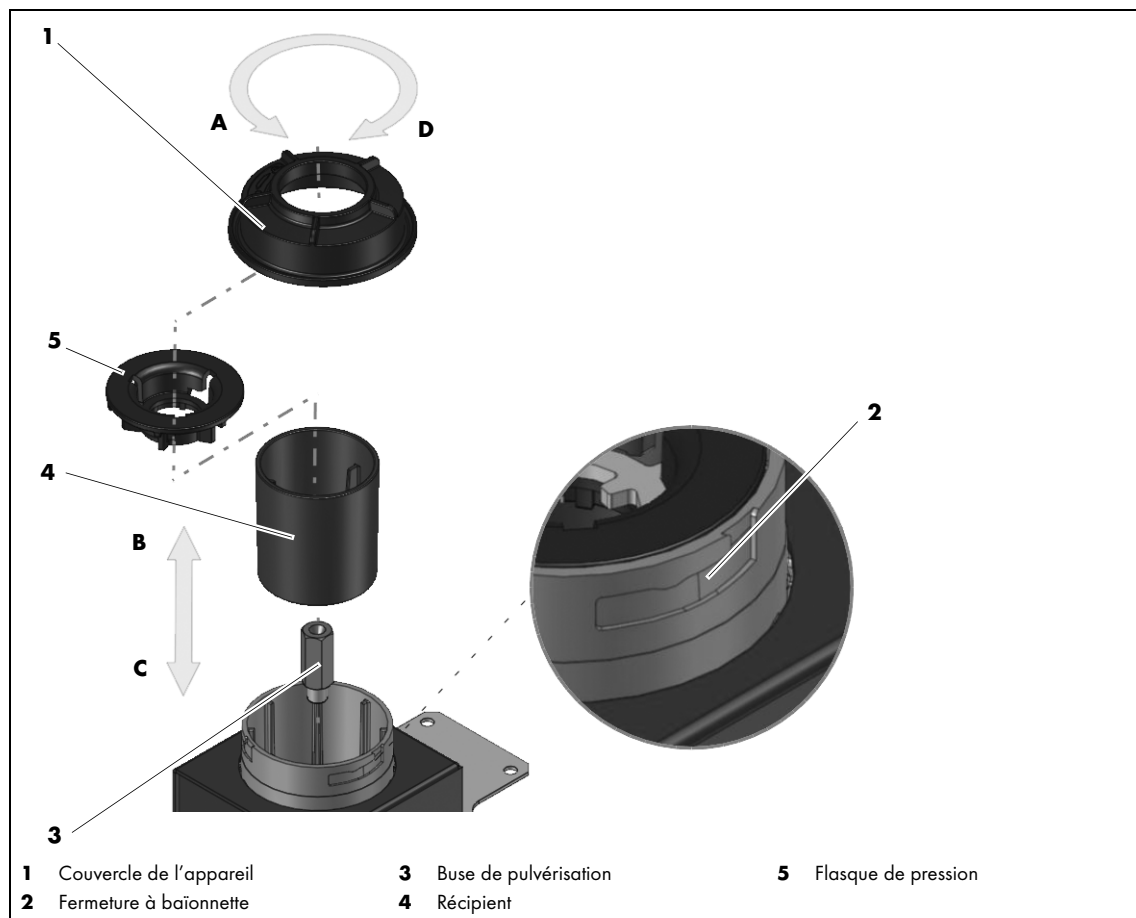

Fig. 10 Maintenance et nettoyage
⇒ Fig. 10 Maintenance et nettoyage à la page FR-15
<ul style="list-style-type: none"> Couvercle de l'appareil desserré 	<ul style="list-style-type: none"> Vérifiez le serrage du couvercle de l'appareil (1) et resserrez-le si nécessaire <ul style="list-style-type: none"> ⇒ Fig. 10 Maintenance et nettoyage à la page FR-15